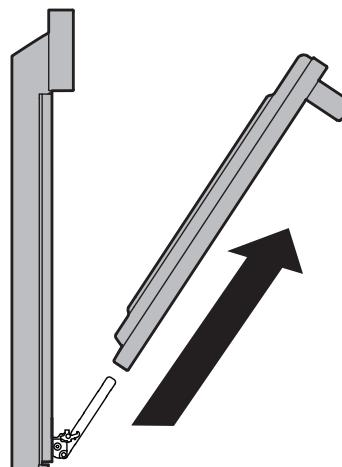

Figure 11: Enlever la porte
4. Tirez le bas de la porte vers vous tout en faisant tourner le haut de la porte vers l'appareil pour dégager complètement les leviers de charnière (Figure 11).
1. Tenez fermement les deux côtés de la porte. N'utilisez pas la poignée de la porte (Figure 11).